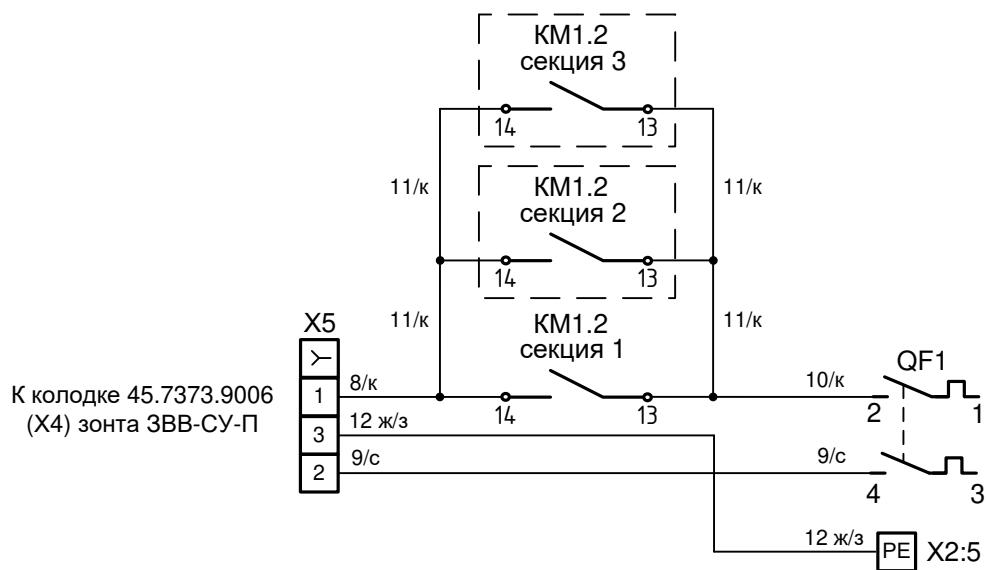

Рис.2 Схема подключения зонта 3ВВ-1500П к верхней секции шкафа ЭШП-1-3-СУ
- провод поз. 8/к подключить: один конец с наконечником гильза к контактору КМ1:14 верхней секции шкафа, а другой конец с наконечником SF2DK (Фз) - к колодке 45.7373.9005 из комплекта согласно рис. 2;
- провод поз. 10/к подключить: один конец к автоматическому выключателю QF1:2, а другой конец - к контактору КМ1:13 верхней секции шкафа согласно рис. 2;
- провод поз. 9/с подключить: один конец с наконечником гильза к автоматическому выключателю QF1:4 верхней секции шкафа, а другой конец с наконечником SF2DK (Фз) - к колодке 45.7373.9005 из комплекта согласно рис. 2;
- провод поз. 12/ж-з подключить: один конец с наконечником гильза к клемме Wago X2:5 верхней секции шкафа, а другой конец с наконечником SF2DK (Фз) - к колодке 45.7373.9005 из комплекта согласно рис. 2;
- провод поз. 11/к подключить: один конец к контактору KM1:13 верхней секции шкафа, а другой конец к контактору KM1:13 средней секции шкафа согласно рис. 2;
- провод поз. 11/к подключить: один конец к контактору KM1:14 верхней секции шкафа, а другой конец к контактору KM1:14 средней секции шкафа согласно рис. 2;
- провод поз. 11/к подключить: один конец к контактору KM1:13 средней секции шкафа, а другой конец к контактору KM1:13 нижней секции шкафа согласно рис. 2;